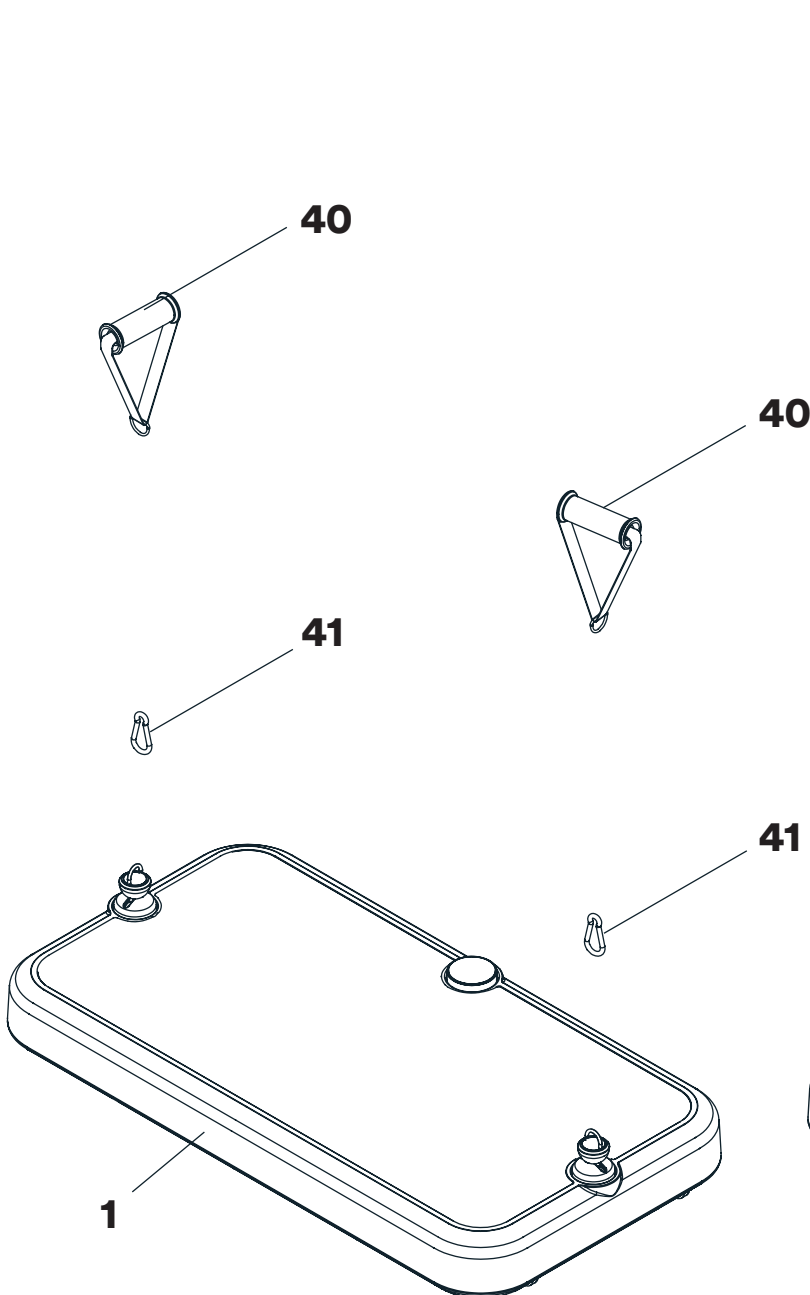
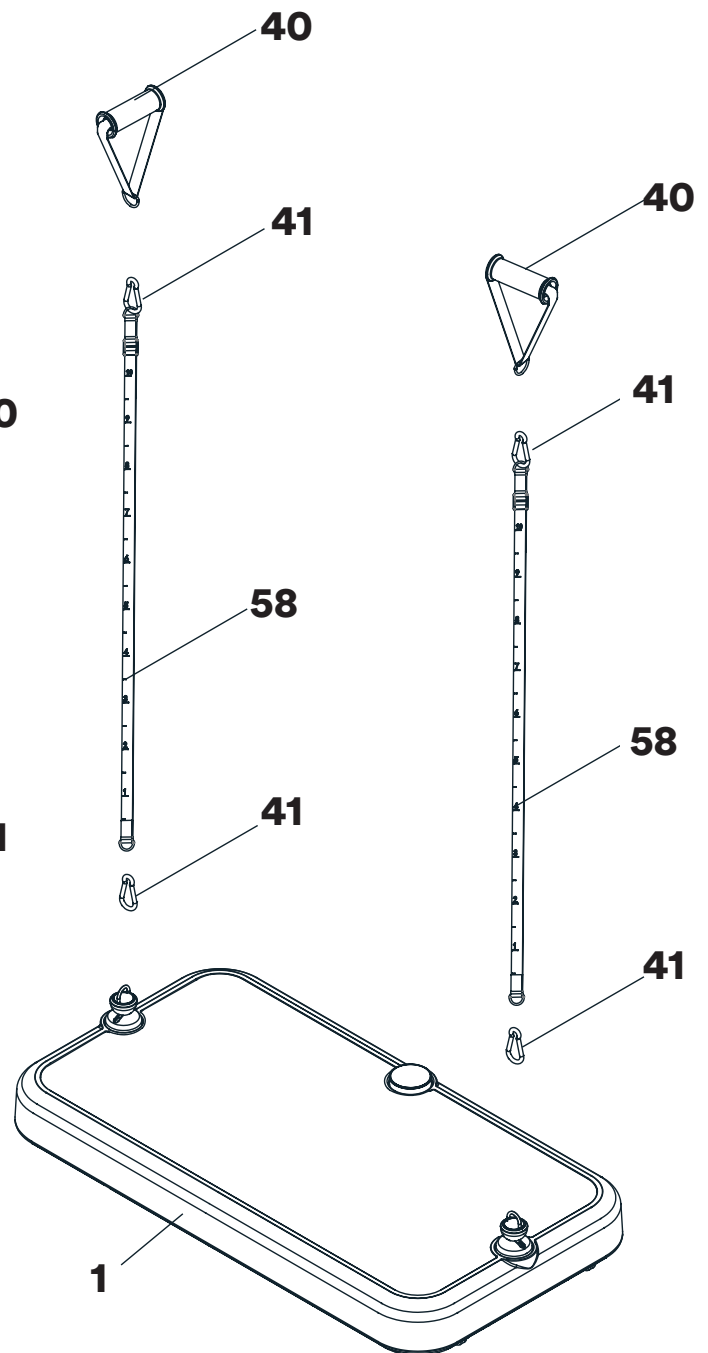

Abb. 1
Abb. 2
1) Verwendung mit Handgriffen (40):
Montieren Sie die Handgriffe (40) mittels der Karabinerhaken (41) wie in Abb. 1 abgebildet an der Basiseinheit (1). Möchten Sie die Handgriffe inklusive Verlängerungen (58) benutzen, müssen zuerst die Verlängerungen (58) an der Basis und dann die Handgriffe (40) oben an den Verlängerungen (58) montiert werden, wiederum mit Hilfe der Karabinerhaken (41), siehe Abb. 2.